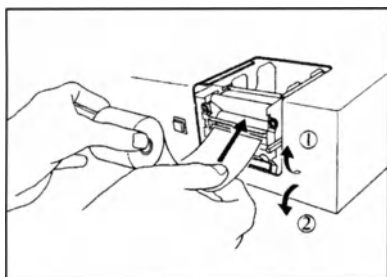

Рис.21
(4) Вставьте конец бумаги во входное отверстие и опустите рычаг (см. рис.21).